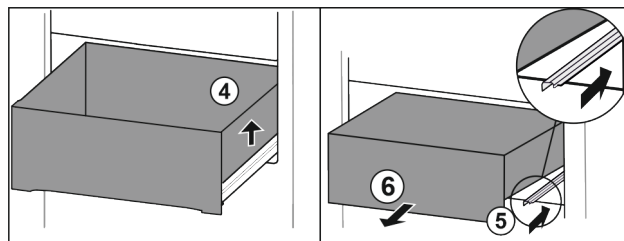

Fig. 93
- ▶ Приподнимите выдвижной ящик справа. Fig. 93 (4)
- ▶ Вставьте правую направляющую. Fig. 93 (5)
- ▶ Извлеките выдвижной ящик движением вперед. Fig. 93 (6)